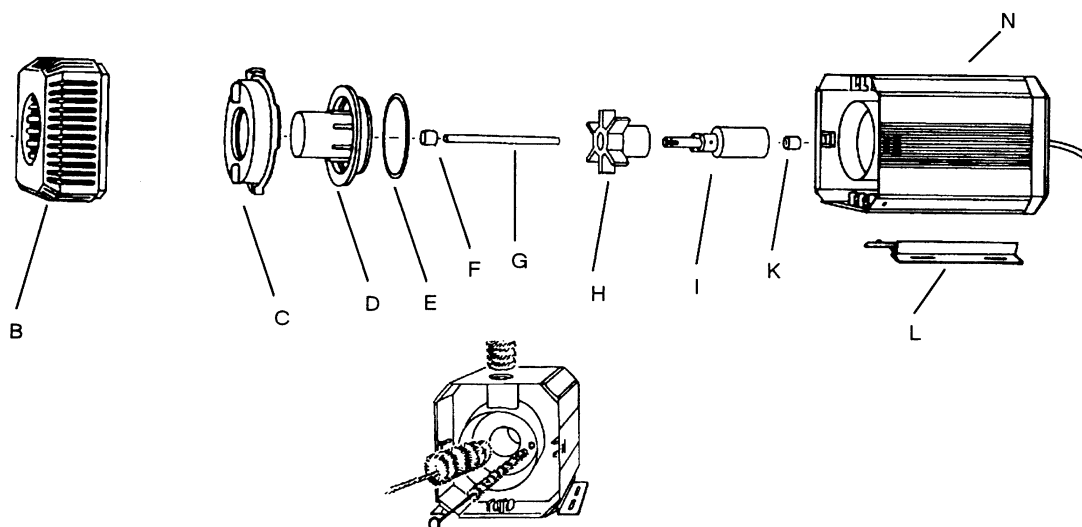

Abb. H-2: Pumpe reinigen
- Pumpe wie in Abb. H-2 gezeigt mit Reinigungsbürste oder